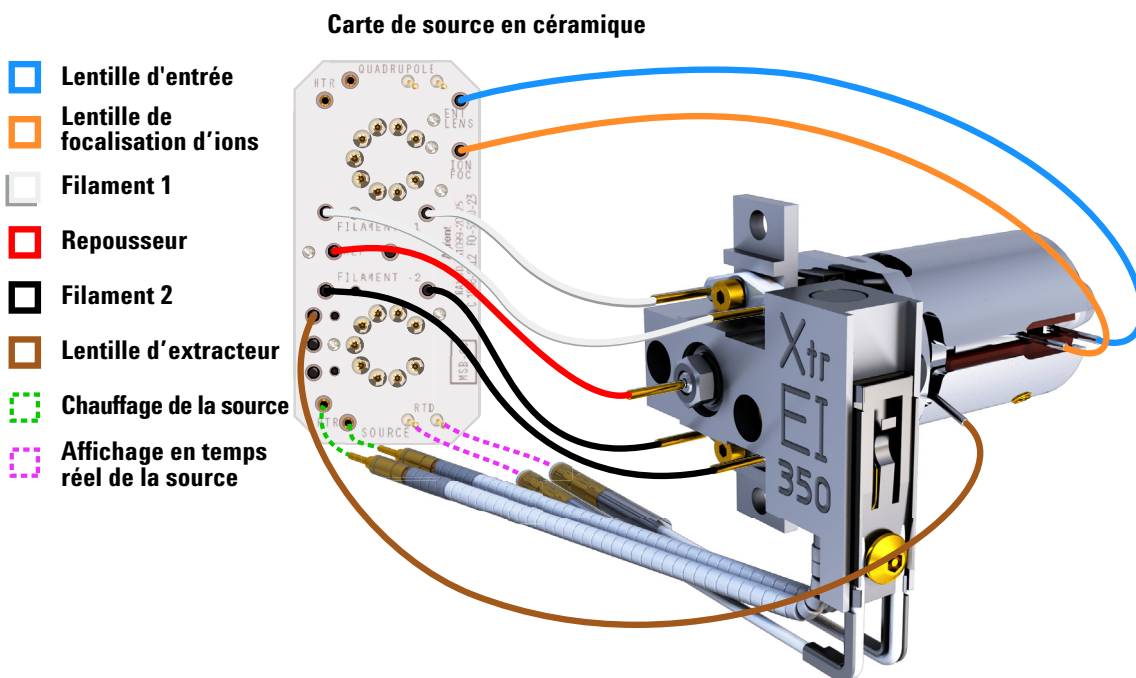

Figure 55. Branchement de la source EI HydroInert
- 1 Utiliser des brucelles ou des pinces à bec effilé pour brancher/débrancher les fils de la carte de source en céramique au niveau des connecteurs de la source. (Voir **Figure 55**.)